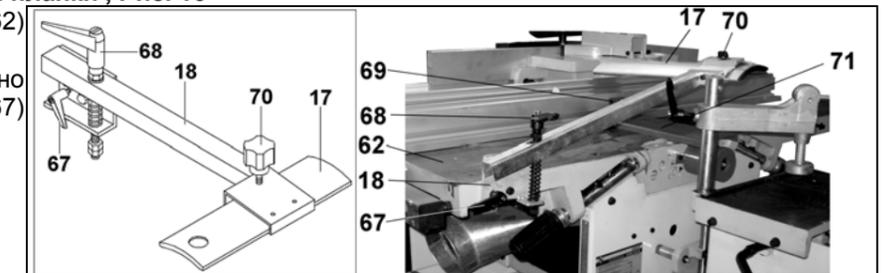

Рис.16
8.7. Установка кронштейна защитной планки, Рис. 16